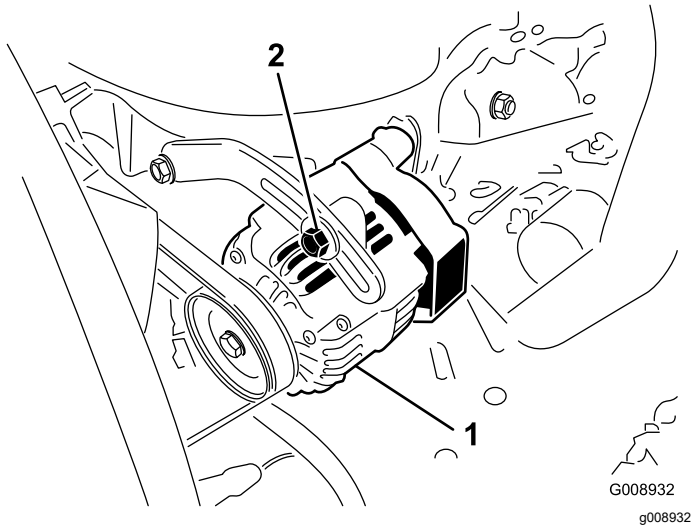

Figura 102
Verifique o estado e a tensão das correias (Figura 102) após cada 100 horas de funcionamento.
3. Se a deslocação obtida não for igual a 10 mm, deve desapertar os parafusos de montagem do alternador (Figura 102).